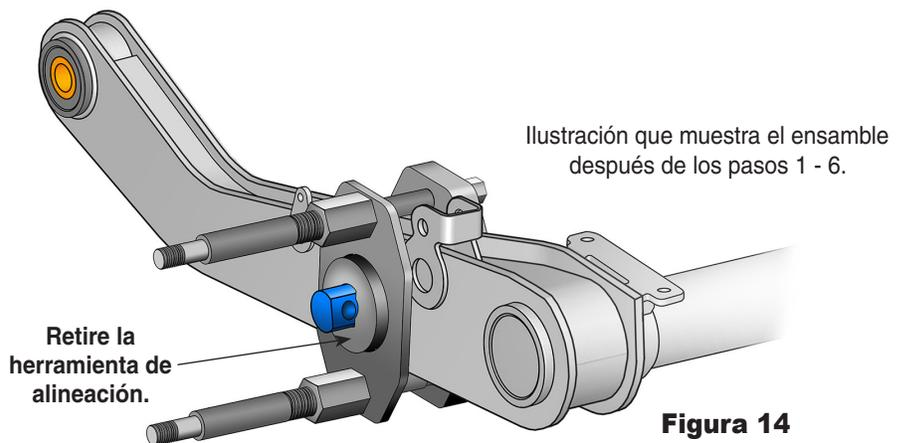

Figura 14
6. Apriete las tuercas de abrazadera a la placa de abrazadera. Consulte la figura 14.